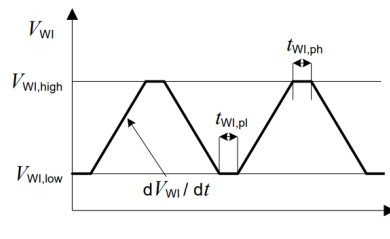

图 9 测试脉冲看门狗输入 WI
看门狗输入 WI 的上升沿触发看门狗。由于集成了高通滤波器，WI 引脚信号的幅度和斜率必须符合看门狗输入 WI 中的值。所施加的测试脉冲的详细信息见图9。
- 1) 有关所施加测试脉冲的详细信息, 请参见图 9。